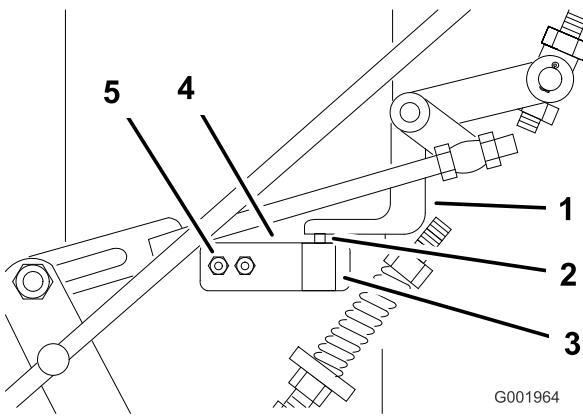

Figure 45
- Vérifiez la course du levier de changement de vitesse dans la fente du panneau de commande. Le levier doit être à peu près centré dans la fente du panneau de commande (Figure 45).
- Lorsque le levier de changement de vitesse est au point mort, vérifiez que le contacteur de sécurité est enfoncé et qu'un espace de 3 à 6 mm (1/8 à 1/4 pouce) sépare la languette d'actionnement du contacteur de sécurité (Figure 45).
12. Pour ajuster la position du contacteur, desserrez les deux vis du support de point mort qui retiennent la plaque de contacteur au châssis (Figure 45).
13. Montez ou abaissez le contacteur de sorte à obtenir un écart de 3 à 6 mm (1/8 à 1/4 pouce) (Figure 45).
14. Serrez les deux vis du support de point mort qui retiennent la plaque de contacteur (Figure 45).